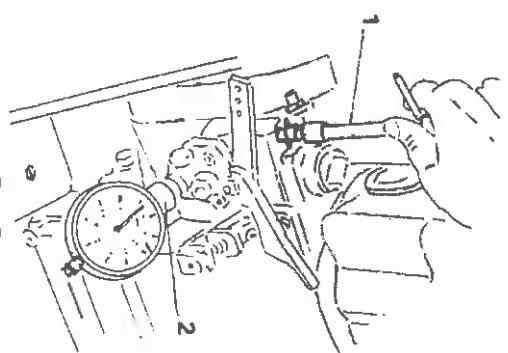

Fig. D 6
- Adapter l'outil de réglage E75-M2(2 fig. D 6).
- Fit adjusting tool E 75 - M 2(2 fig. D 6).